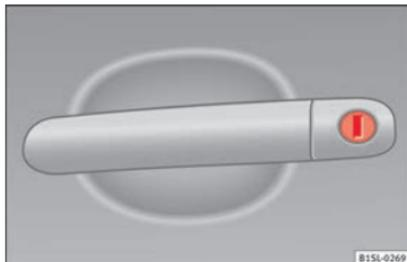

Abb. 137 Türgriff an der Fahrrtür mit Schließzylinder.
- Schlüsselbart in den Schließzylinder stecken und Fahrzeug ent- bzw. verriegeln » Abb. 137.